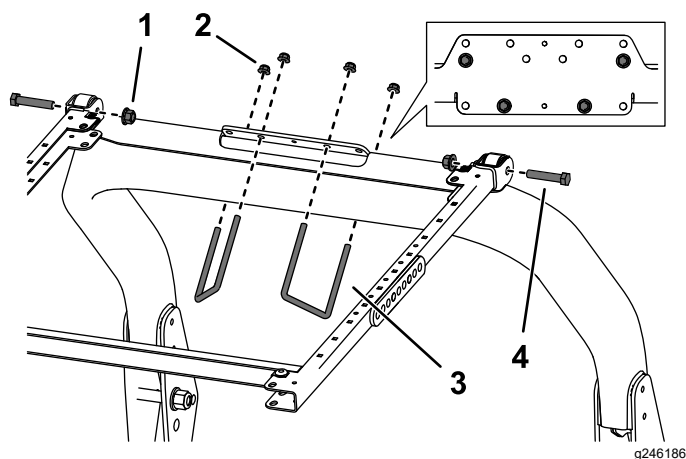

Figura 35
6. Posicione o suporte de montagem do ROPS na parte superior da barra de segurança da unidade de tração (Figura 35). Certifique-se de que a barra de segurança está centrada no suporte de montagem do ROPS.
7. Utilizando os furos de montagem mostrados na Figura 35, monte cada suporte de montagem do ROPS na parte superior da barra de segurança com duas cavilhas em U ($3\frac{1}{2}$ x 5 pol.) e quatro porcas flangeadas.